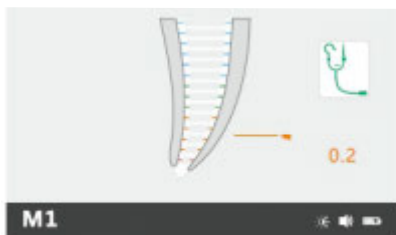

Рис. 24 Установка позиции апекса
- Нажмите на кнопку "SET" - при этом, на изображении установки апекса, активируется возможность выбора необходимой глубины (Рис. 24);